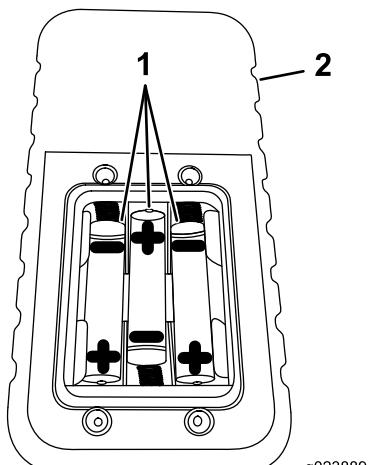

Figura 59
4. Instale 3 pilhas AAA novas no sentido mostrado em Figura 59.
| 4. Instale 3 pilhas AAA novas no sentido mostrado em Figura 59. | |